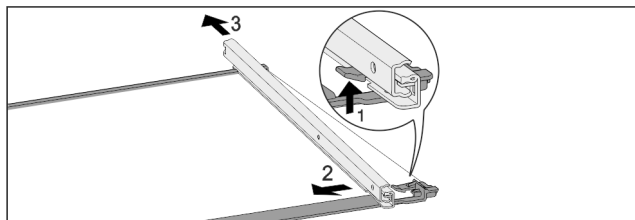

Fig. 52 Стъклена плоча с релси
- ▶ Натиснете нагоре предните фиксиращи палци. Fig. 52 (1)
- ▶ Плъзнете изтеглящата релса настрани Fig. 52 (2) и назад Fig. 52 (3).